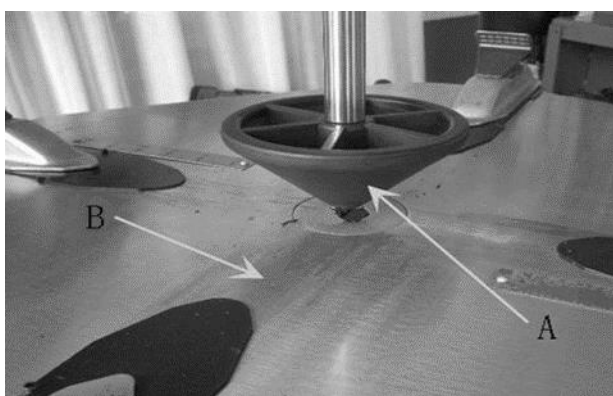

Рис. 14.6
14.1.7 Подсоедините источник воздуха, вставьте соединительный стержень прижимного блока (рис. 14.6 А) в отверстие вала вращения (рис. 14.6 В) поворотного рычага.